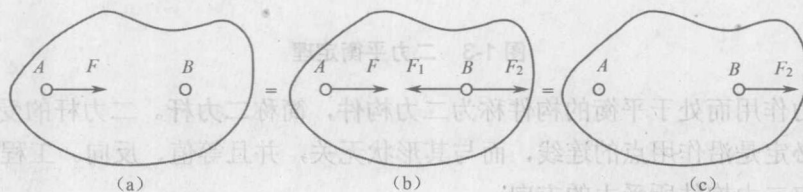

图 1-6 力的可传性
**推论 1 (力的可传性)** 刚体上的力可沿其作用线移动到该刚体上任一点而不改变力对刚体的作用效应。证明过程如图 1-6 所示。
- (1) 设力  $F$  作用于刚体上  $A$  点如图 1-6 (a) 所示。
- (2) 在力  $F$  的作用线上任选一个  $B$  点，并在  $B$  点加一对沿  $AB$  线的平衡力  $F_1$  和  $F_2$ ，且使  $F_2 = F = -F_1$ 。如图 1-6 (b) 所示。
- (3) 除去  $F$  与  $F_1$  所组成的一对平衡力，刚体上只剩下  $F_2$ ，且  $F_2 = F$ 。 $F_2$  与  $F$  的作用效果是相同的，如图 1-6 (c) 所示。